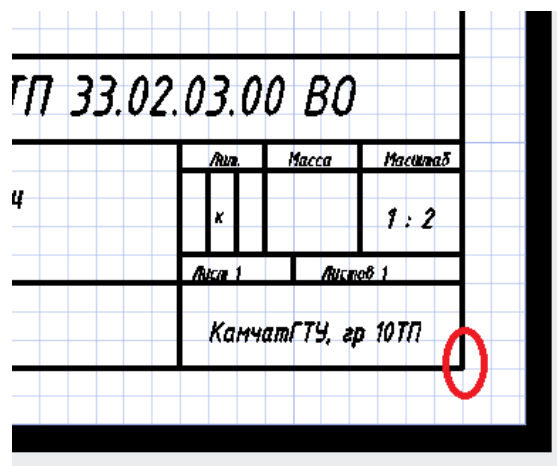

Рисунок 11.2
– переместить Основную надпись вправо до совмещения Базовой точки и правого нижнего угла Внешней рамки (рис. 11.2).